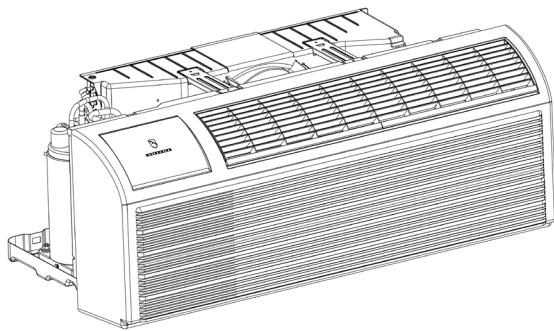

Figure C.5.2.1 - Emplacement du ruban d'expédition
1. Retirer le ruban d'expédition sur la calandre et le volet de la bouche d'aération. Consulter la figure C.5.2.1.